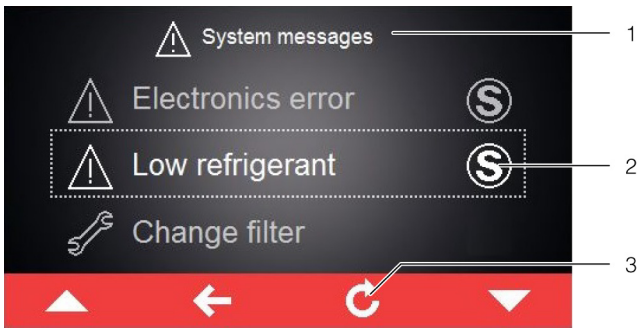

Imagen 28: Pantalla con indicación de fallo
ción de fallo, así como en la barra de mando junto al símbolo para indicaciones de sistema (imagen 28, pos. 2).